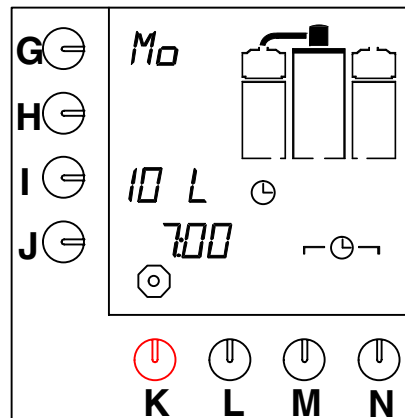

Abb. 15 Wartestellung der Schaltuhr
- Es erscheint ein Eingabezeichen ↵ im Display. Die Uhr im Display beginnt zu blinken, und das System brüht zur eingestellten Zeit Kaffee auf. Im Display erscheint die Wartestellung (Abb.15).
- Die Uhr im Display beginnt zu blinken, und das System brüht zur eingestellten Zeit Kaffee auf. Im Display erscheint die Wartestellung (Abb.15).